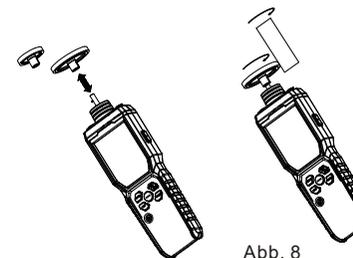

Abb. 8
4. Berührend---Messung der Oberflächengeschwindigkeit und der Länge (Abb. 8)